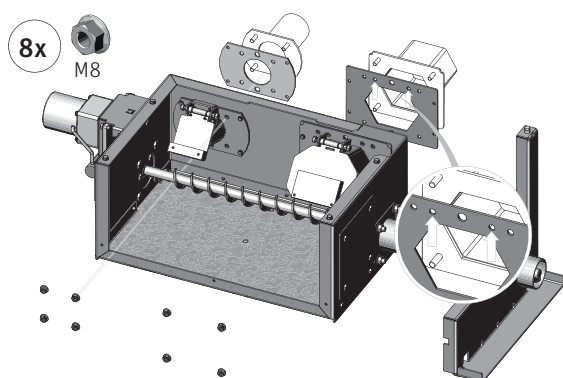

Fig. 225
- Avvolgere le guarnizioni correttamente sulle piastrine flangiate. Avvitare saldamente il contenitore di raccolta ai supporti con 8 dadi flangiati M8 – Fig. 225.